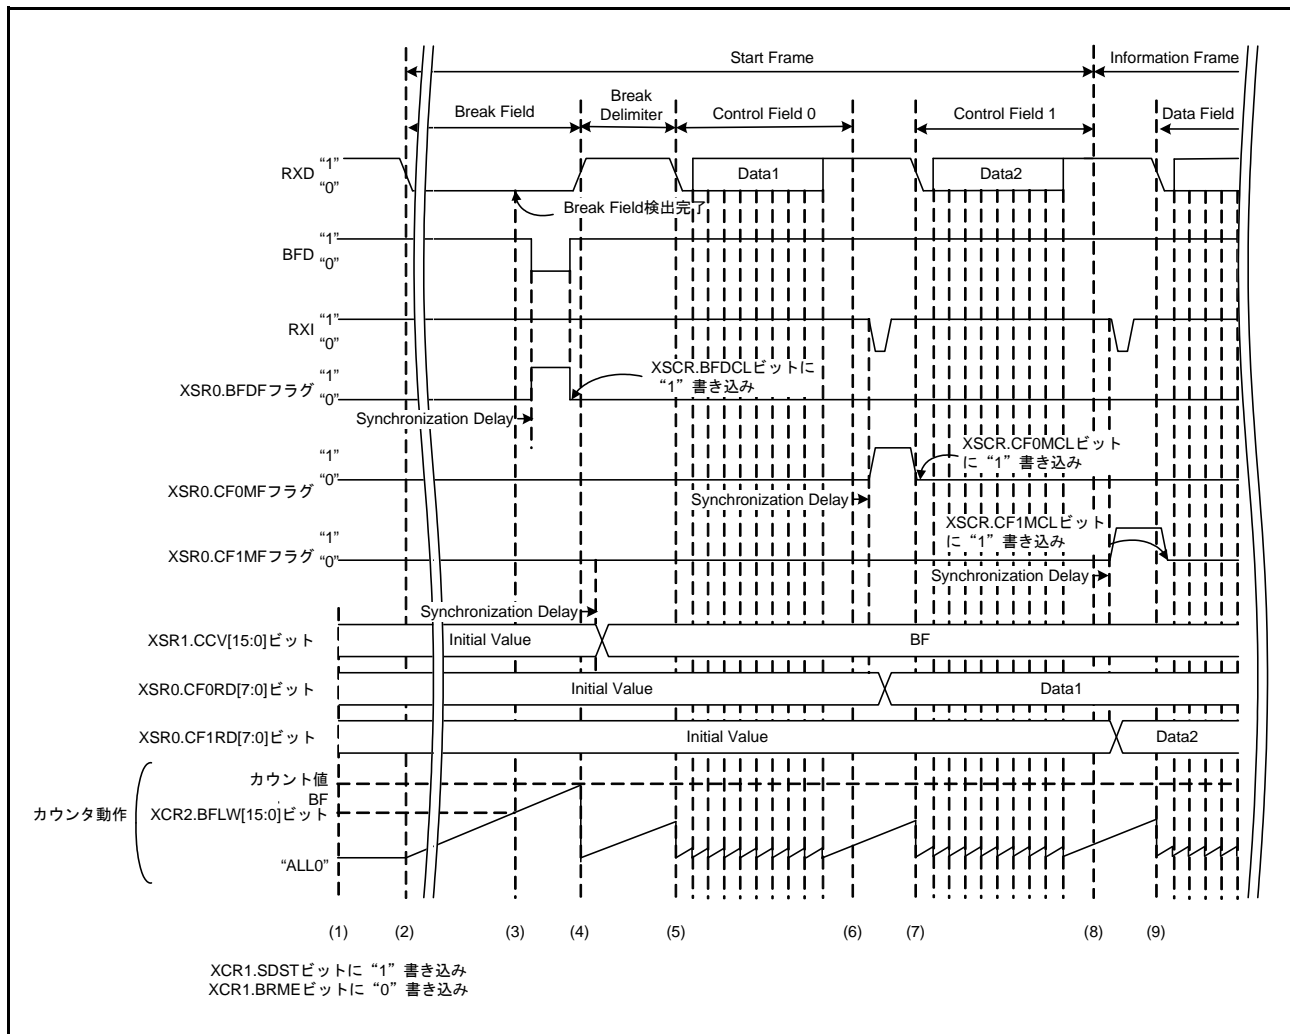
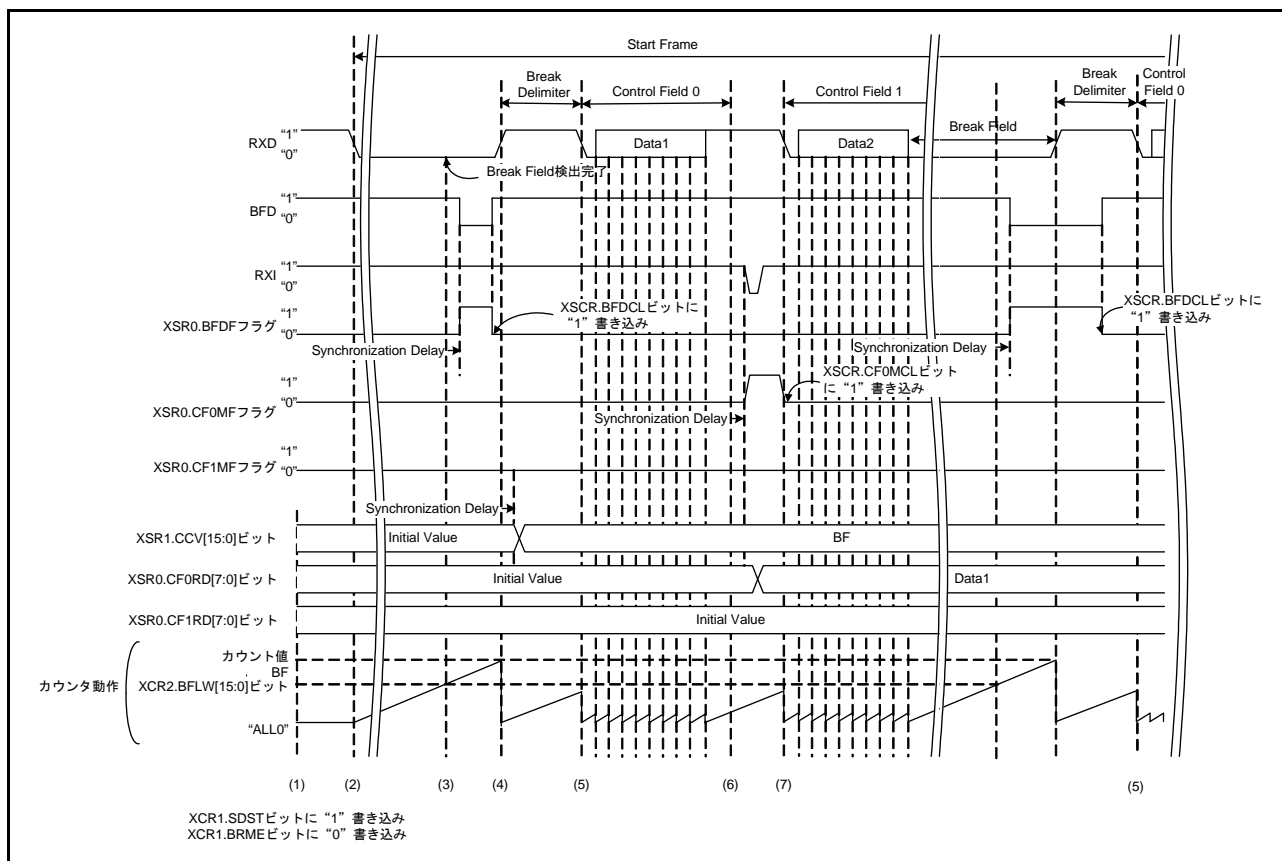
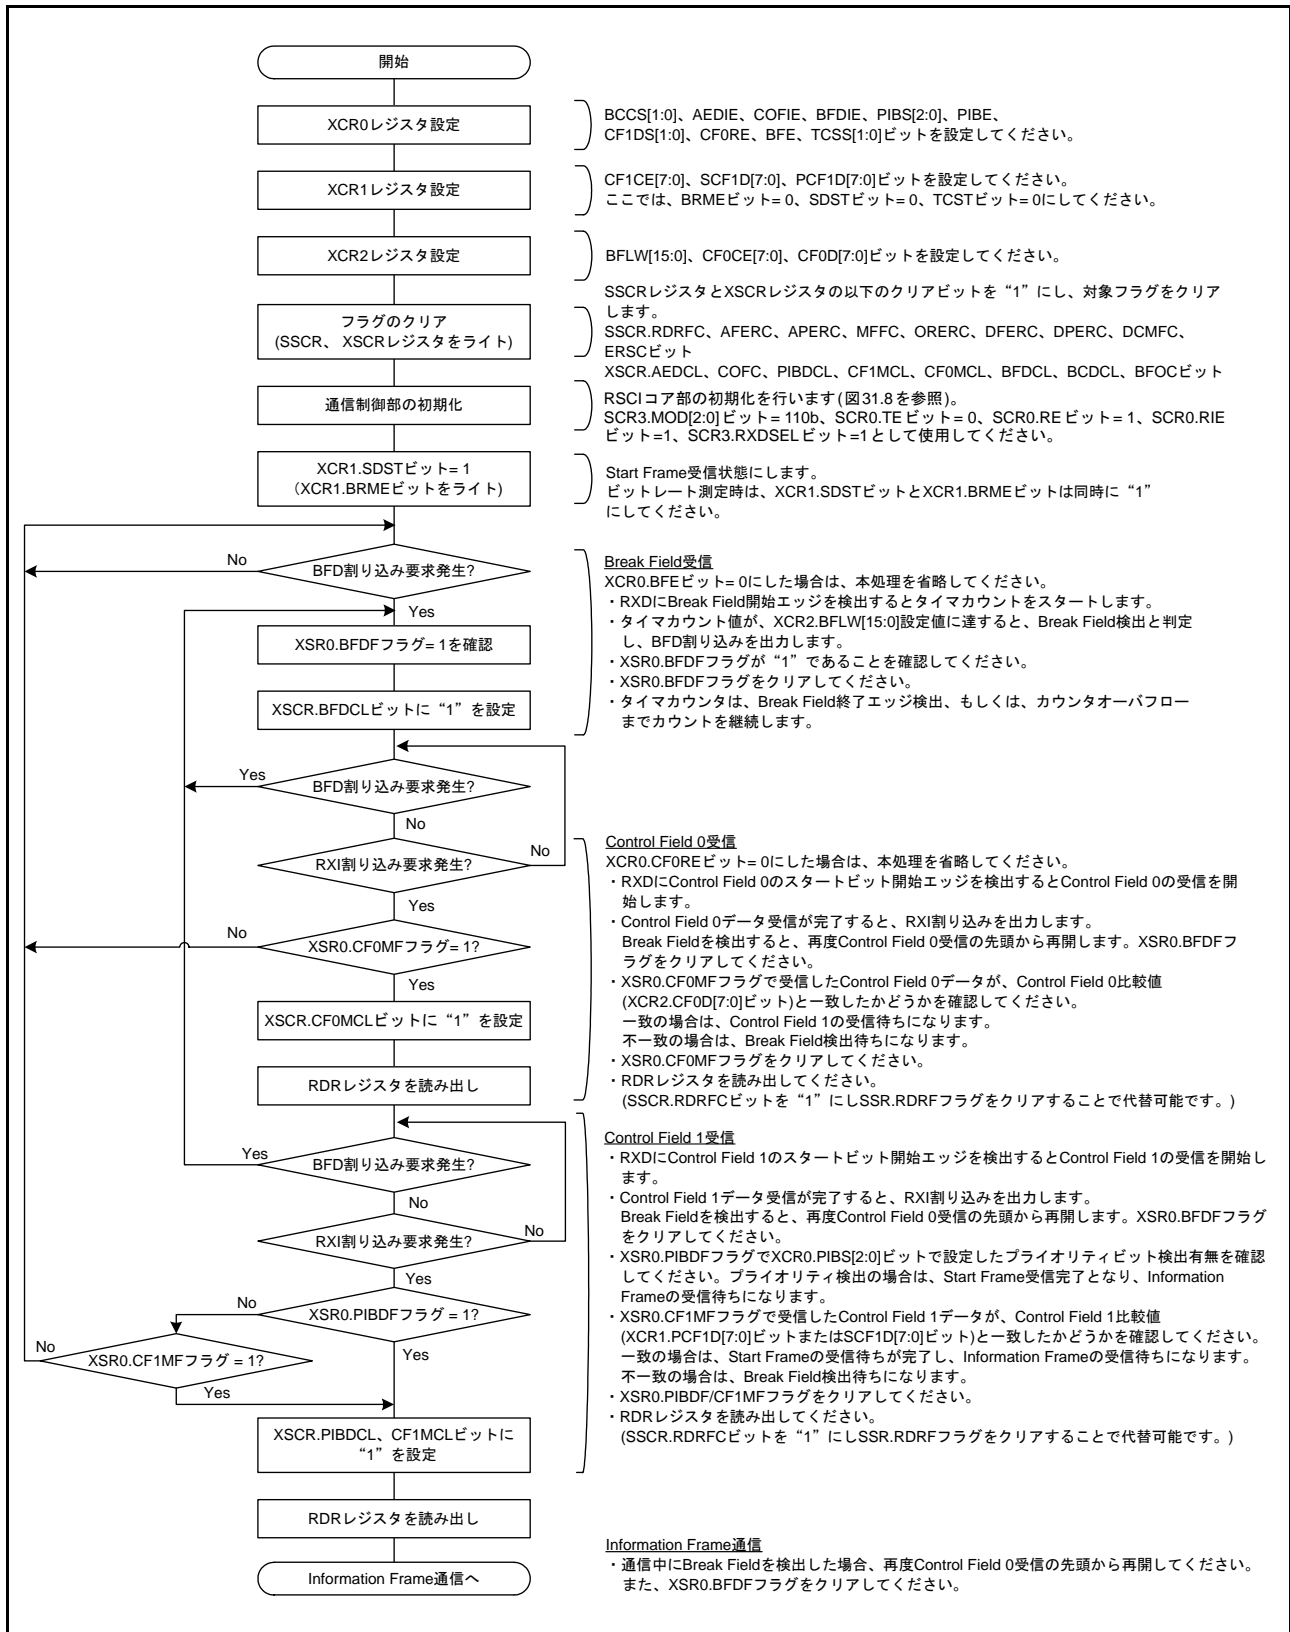
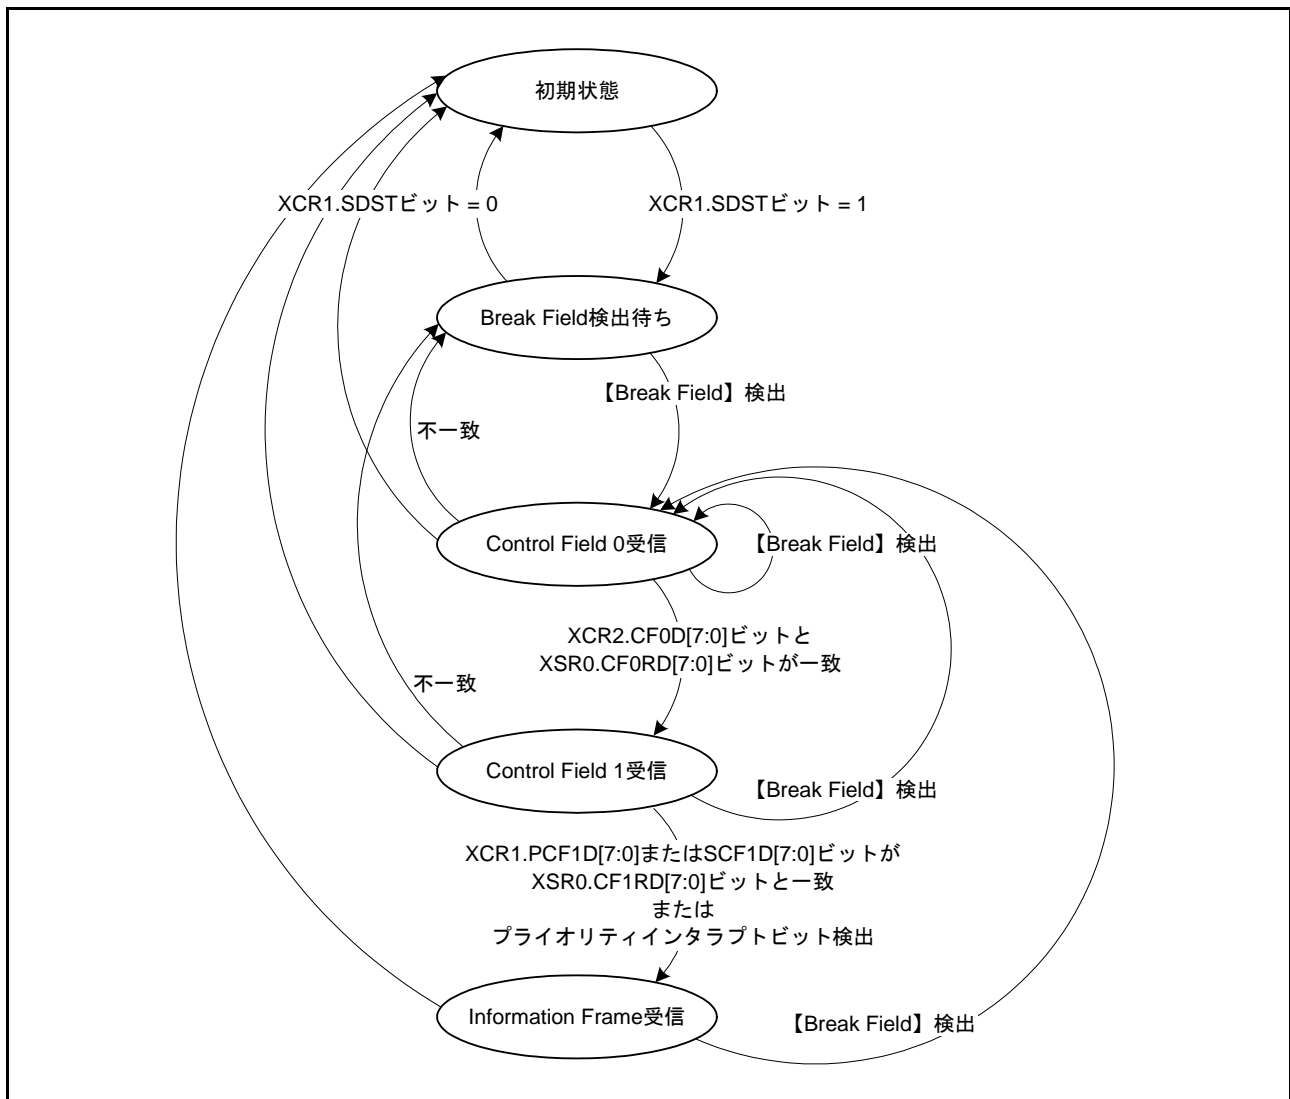

図 31.70 Start Frame 受信時の動作例 (PIB 未使用時) ノーマル受信
図 31.71 Start Frame 受信時の動作例 (PIB 未使用時) Control Field 1 で Break Field 検出
図 31.72 Start Frame 受信フローチャート例
図 31.73 Start Frame 受信時の状態遷移図
図 31.70 に Break Field、Control Field 0 および Control Field 1 で構成される Start Frame 受信時の動作例を示します。図 31.71 に、Control Field 1 途中で Break Field 検出を行う受信動作例を示します。また、図 31.72 に Start Frame の受信を行うためのフローチャート、図 31.73 に状態遷移図を示します。
- (4) Break Field 検出後、RXDn 端子からの入力が High になると、XCR1.BRME ビット=0 の場合は、XSR1.CCV[15:0] ビットにカウント値をキャプチャします。このとき、XSR0.RXDSF フラグが“0”になり、RSCI コア部で RXD 入力の受信を開始します。
- (5) RSCI コア部で Control Field 0 の受信を開始しますが、拡張シリアル制御部で継続してエッジ間隔をカウントしており、XCR2.BFLW[15:0] ビットに設定した期間以上の Low を Break Field 検出と判定します。Control Field 0 フェーズで Break Field を検出すると、再度、Control Field 0 の受信を待ちます (図 31.71)。
- (6) Control Field 0 の受信が完了すると、RXI 割り込みが発生します。XSR0.CF0RD[7:0] ビットに Control Field 0 データが格納されます。受信したデータが XCR2.CF0D[7:0] ビットに設定したデータと一致した場合、XSR0.CF0MF フラグが“1”にセットされます。受信したデータが XCR2.CF0D[7:0] ビットに設定したデータと一致しなかった場合、Break Field 検出前の状態に遷移します。
- (7) RSCI コア部で Control Field 1 の受信を開始します。BFE ビット = 1 の場合、Control Field 0 と同様に、SDST ビット = 1 の間、Break Field 検出機能は常に有効であり、Control Field 1 フェーズで Break Field を検出すると、再度、Control Field 0 の受信を待ちます。
- (8) Control Field 1 の受信が完了すると、RXI 割り込みが発生します。XSR0.CF1RD[7:0] ビットに Control Field 1 データが格納されます。受信したデータが XCR1.PCF1D[7:0] ビットまたは XCR1.SCF1D[7:0] ビットに設定したデータと一致した場合、XSR0.CF1MF フラグが“1”にセットされます。Control Field 1 で受信したデータが XCR1.PCF1D[7:0] ビットまたは XCR1.SCF1D[7:0] ビットに設定したデータのどちらとも一致しない場合は、Break Field 検出前の状態に遷移します。
- (9) RSCI コア部で Information Frame の通信を行います。
- (10) 通信が終了したら、XCR1.SDST ビットに“0”を書き込み、SCR0.RE ビットに“0”を書き込んで受信を停止させます。
- (1) ~ (7) は図 31.70 の Start Frame 受信時の動作例 (1) ~ (7) と同様になります。
- (8) XCR0.PIBS[2:0] ビットで指定したビットの値が XCR1.PCF1D[7:0] ビットに設定した値と一致した場合、XSR0.PIBDF フラグが“1”になります。そして、RSCI コア部により、Information Frame の通信を行います。Control Field 1 で受信したデータが XCR1.PCF1D[7:0] ビットまたは XCR1.SCF1D[7:0] ビットに設定したデータのどちらとも一致せず、プライオリティインタラプトビットも検出しな場合は、Break Field 検出前の状態に遷移します。